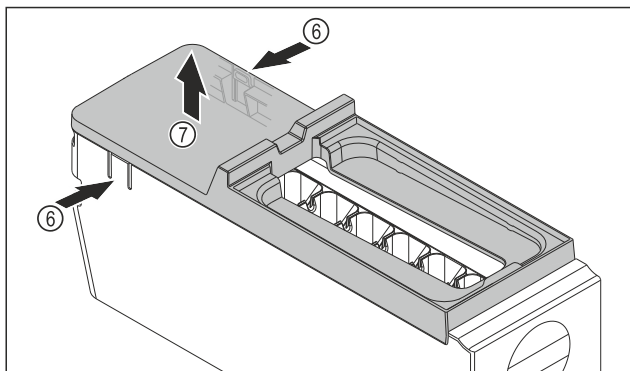

Fig. 92
- Izvadite poklopac tijela sustava EasyTwist-Ice: Pritisnite jezičke Fig. 92 (6) na obje strane tijela sustava EasyTwist-Ice jednom rukom.
- Poklopac Fig. 92 (7) drugom rukom izvucite prema gore.